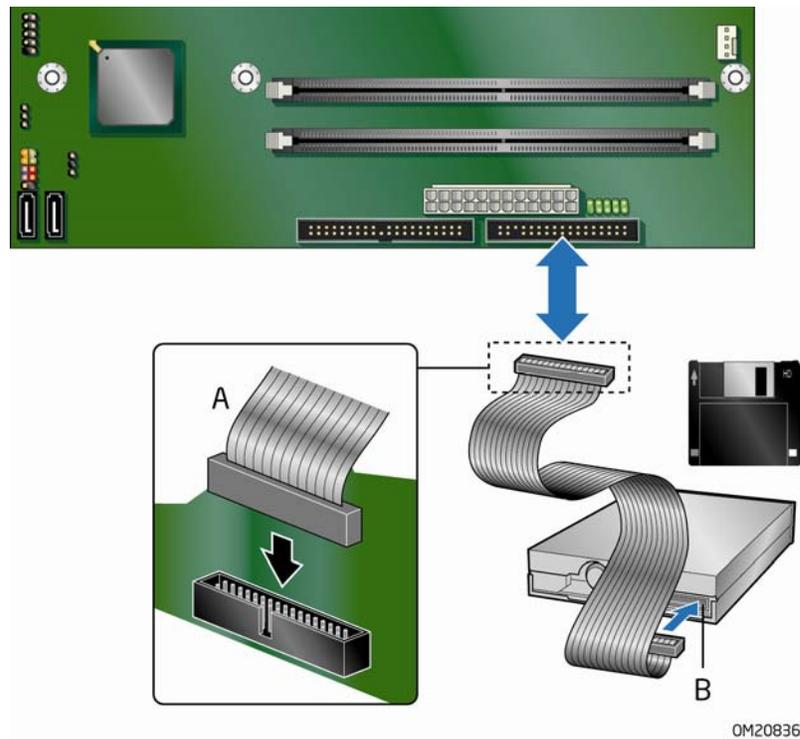

图 16. 连接软盘驱动器电缆
2. 将电缆贴有 P1 标签一端连接到英特尔台式机主板上的软盘驱动器连接器（图 16 中的 A）上。
3. 将电缆贴有 P2 标签的一端连接到软盘驱动器（图 16 中的 B）上。